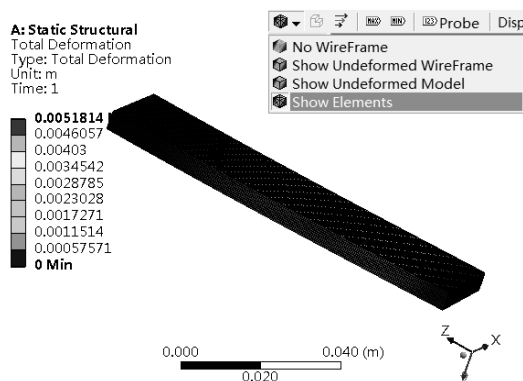

图 4-16 Show Element 方式
(4) Show Element : 显示单元, 如图 4-16 所示。